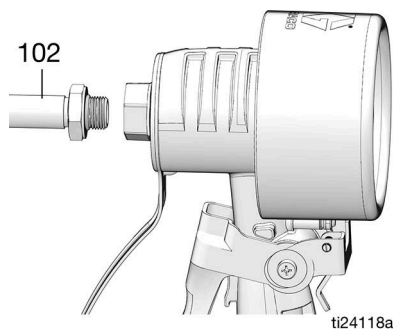

FIG. 5
- b. Avvitare la prolunga (102) nell'alloggiamento del misuratore, come mostrato in FIG. 5, finché non tocca il fondo.